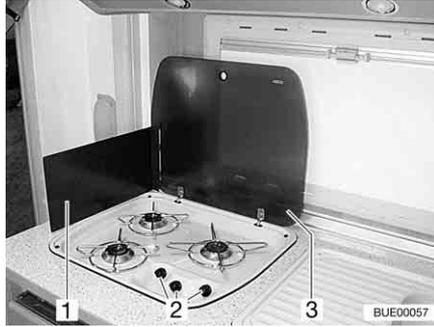

Fig. 163 Cocina de gas
Una placa protectora del calor (Fig. 163,1) protege los muebles cerca de la cocina de gas.
- Abrir la tapa (Fig. 163,3) de la cocina de gas.
- Girar el regulador giratorio (Fig. 163,2) correspondiente al quemador deseado a la posición de encendido (llama alta).